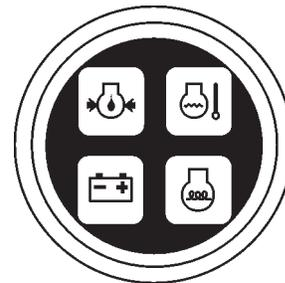

Abbildung 11. Öl- und Batterielade-Anzeigelampen
6. Drehen Sie den Zündschlüssel nach rechts in die Anlassposition. Die **Öl-** und **Ladezustands-**Anzeigelampen (Abb. 11) sollten eingeschaltet sein.